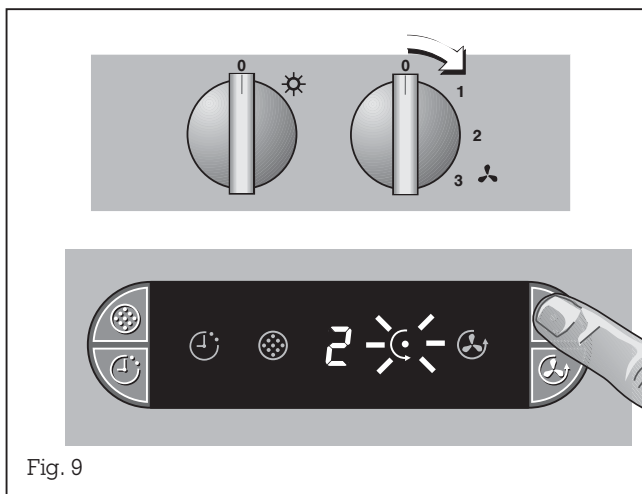

Fig. 9
- Sur l'afficheur, vous voyez le niveau choisi et le symbole Coanda (fig. 9).